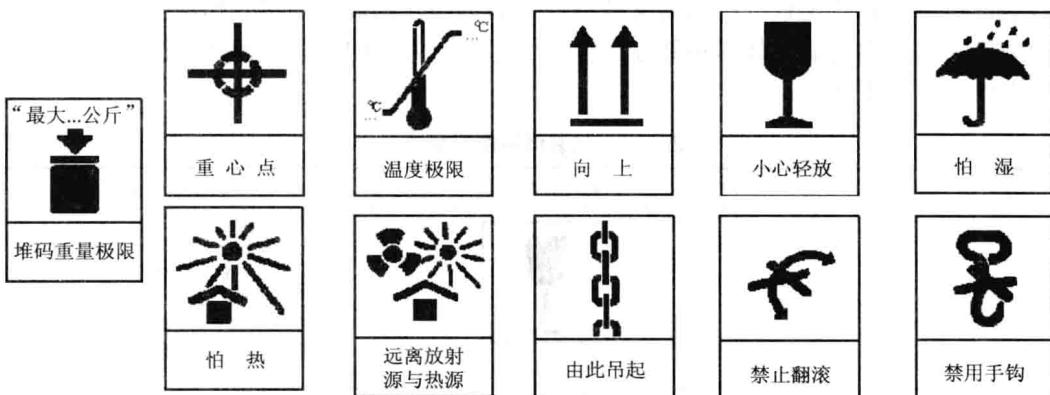

图 1-9 储运标志
(1) 原则：稳固，最优化利用空间，易于清点，整齐美观。
(2) 货物须轻拿轻放；货物摆放不得超过托板的宽度（不超 3cm），货物每板高度不超过货架的高度（如龙星货架高 160cm，迅诚货架高 130cm，迅达货架高 140cm，长均为 270cm，宽均为 100cm）。
(3) 码放时要注意采用“十字交叉”法来提高货物的稳固性。对货物比较零散的货物要加绕薄膜固定。
(4) 按层码放，货物规格在三种以下时，同样规格的货物码放在一起，不可混放。
(5) 按包装的储运标志码放，如图 1-9 所示。